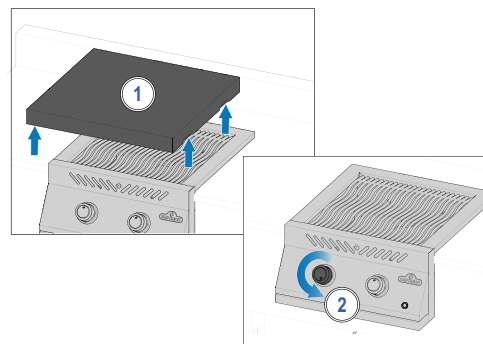

Fig. 2
4. Hvis brænderen ikke tændes - drej sidebrænderens kontrolknap med uret til OFF-positionen. Vent 5 minutter. Gentag trin 2 og 3. **(Fig. 2).**